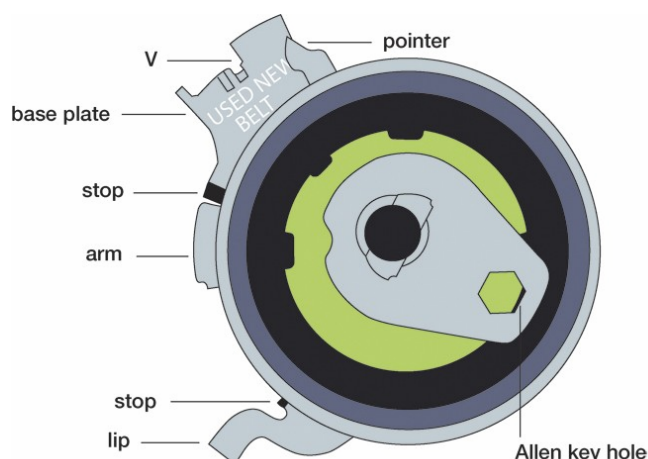

Fig.2
8. Ruotate il tenditore (con una chiave esagonale) in senso antiorario tenendo ferma la vite di fissaggio finché l'indicatore è allineato con lo spigolo destro della piastra di fissaggio (non oltrepassare lo spigolo). Vedi fig.2